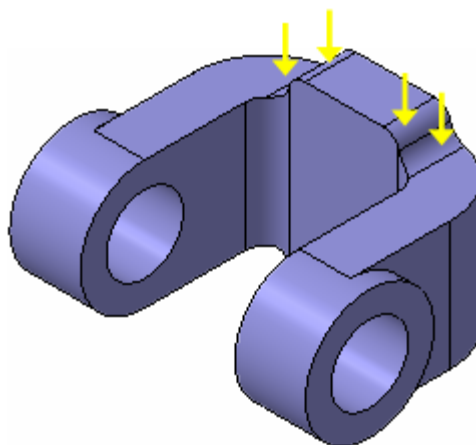

Рисунок 43.
- Установите режим отображения Полутонное (рис. 43).